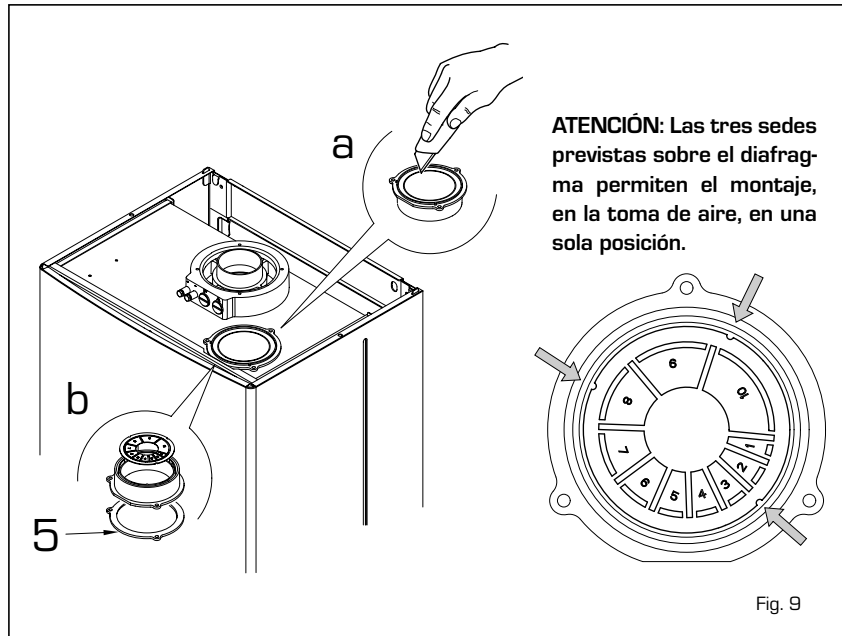

Fig. 9
2.8.2 Utilización de la toma de aire (fig. 9)